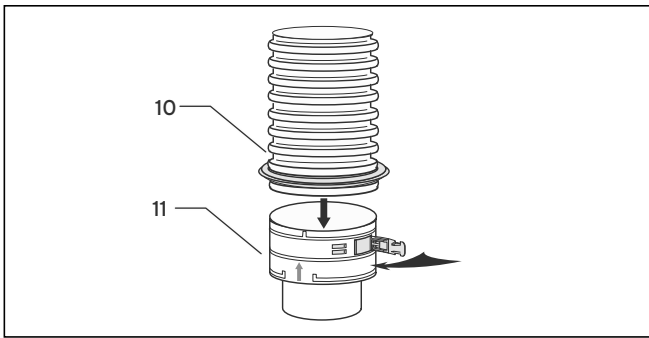

Рис. 4.33 Вставной элемент с гибким выпускным газопроводом
- Поступайте так же, как и при монтаже вставного элемента (см. рис. 4.33).